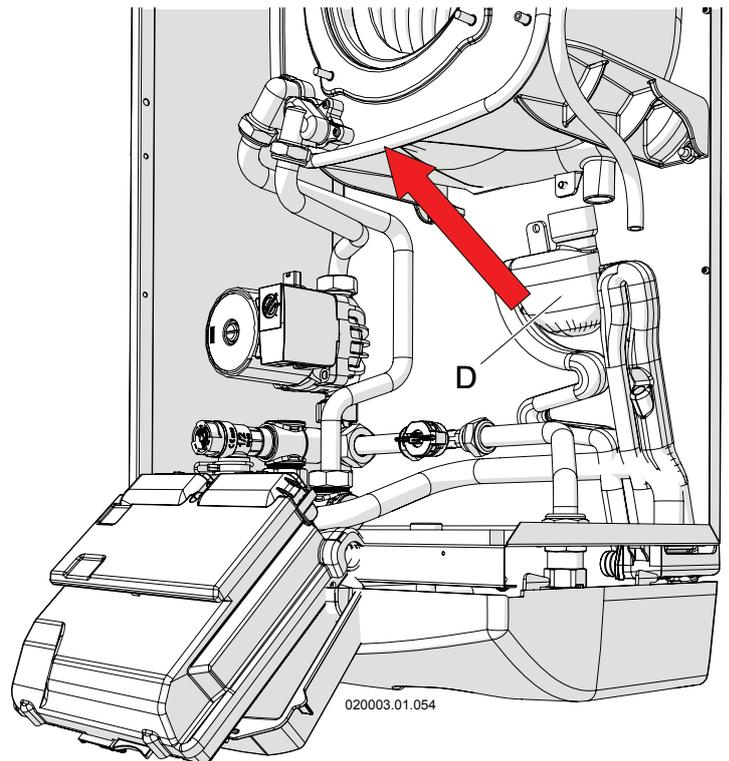

Figure 8-8 - Démontage du siphon de collecte de la condensation
- 1.- lorsque l'appareil est allumé, ouvrir un robinet d'eau chaude sanitaire au maximum afin que le brûleur se mette au maximum de sa puissance et que le niveau du liquide présent à l'intérieur du réservoir de siphon « D » (voir figure 8-8) s'abaisse ;
- 7.- extraire vers l'extérieur le siphon (voir la figure 8-8) en faisant attention à déconnecter les conduits de collecte de l'eau provenant du haut de l'appareil et du purgeur d'air ;